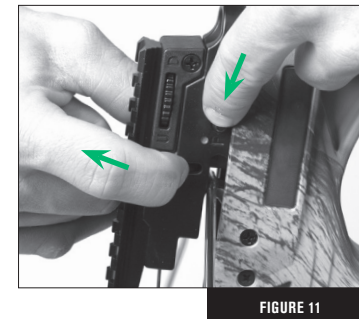

FIGURE 11
6. Un de vos pieds étant solidement ancré dans l'étrier et tout en maintenant le cran de préparation à l'armement dans la position vers le haut, glissez le cran de la sûreté sur la position DÉGAGÉE, « FIRE » (Fig. 11).
1. Assurez-vous que la sûreté de l'arbalète est DÉGAGÉE sur la position « FIRE ». Si le cran de sûreté est sur la position « SAFE », poussez le cran de préparation à l'armement vers le haut. Tout en maintenant le cran de préparation à l'armement appuyé vers le haut, glissez le cran de sûreté de la position « SAFE » à la position sûreté dégagée « FIRE » (voir Fig. 11) Relâchez le cran de préparation à l'armement.